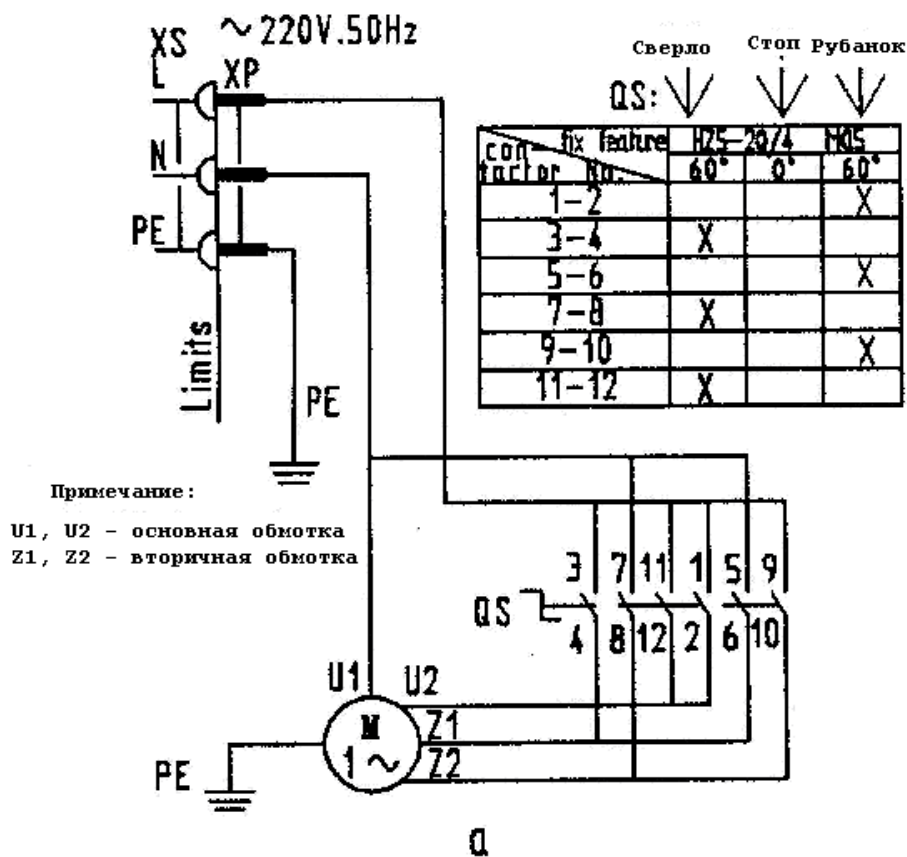

Рис.6 Електрична схема
Електрична схема (Рис. 6)
- Електрична схема показана на Рис. 6 або б. Верстат може постачатися з трифазним або однофазним мотором, в залежності від запиту замовника.